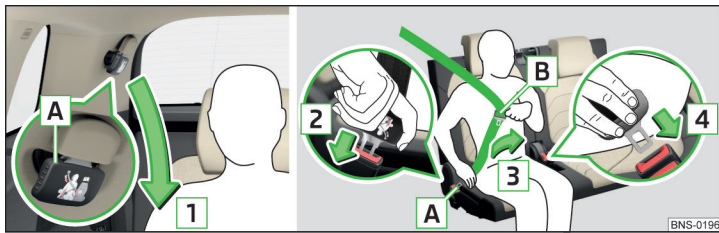

Fig. 20 Boucler / déboucler la ceinture de sécurité de la troisième rangée de sièges
- › Tirez lentement la ceinture dans la languette de fermeture A » fig. 20 vers le bas dans le sens de la flèche 1.
- › Saisissez la languette de fermeture A » fig. 20 et appuyez sur le bouton rouge de la boucle, la languette est éjectée.